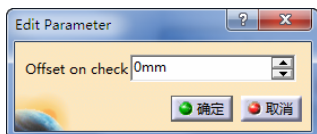

图 5-97 定义检查余量（6）
- 定义检查余量（6）。双击“Offset on check”，弹出“Edit Parameter”对话框，可设置余量大小为“0mm”，如图 5-97 所示。